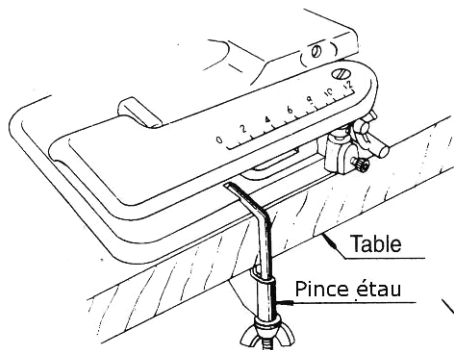

Fig.1
A. Mise en place (Fig. 1 et 2).....	- 4 -
A. Mise en place (Fig. 1 et 2)
Placer la machine sur une table, de préférence sur le coin avant droit. Fixer la machine au plus près du bord de la table au moyen de l'étrier fourni avec les accessoires. L'étrier se glisse dans la rainure de la plaque de base soit sur le devant soit sur le côté droit. Le choix de la rainure est fonction de votre préférence sur le placement de la machine. Vérifier que la machine est bien fixée et ne risque pas de chuter. Voir figure 1 et 2 ci-dessous.